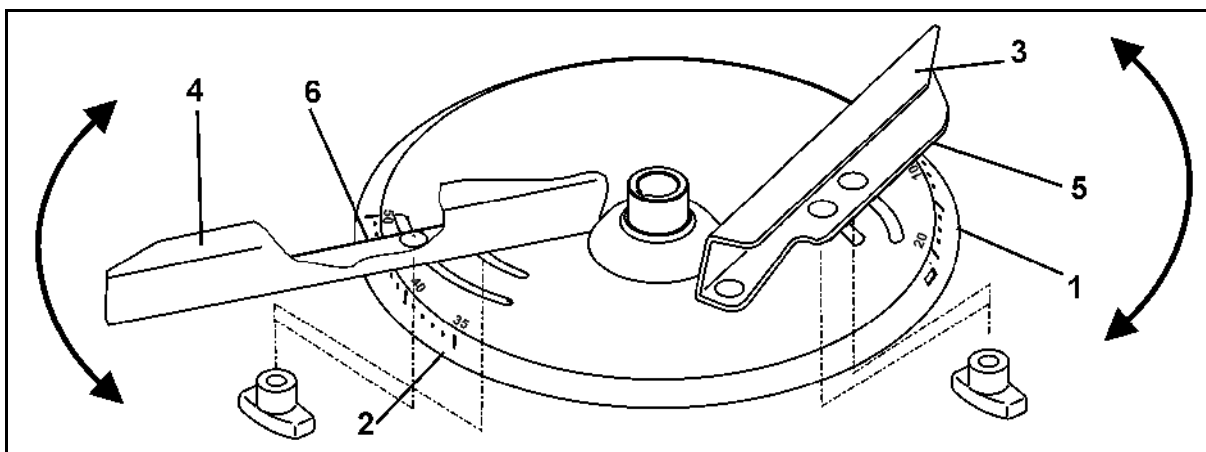

Fig. 59
For at sikre en nøjagtig indstilling af de enkelte spredeskavlstillinger uden brug af værktøj er der placeret to forskellige skalaer (Fig. 59/1 og Fig. 59/2), som ikke kan forveksles, på hver spredeskive.
- Den korteste spredeskavl (Fig. 59/3) har en skala (Fig. 59/1) med værdier fra 5 til 28, og den længste spredeskavl (Fig. 59/4) har en skala (Fig. 59/2) med værdierne 35 til 55.
- Aflæs indstillingsværdien for den korte spredeskavl (Fig. 59/3) på aflæsningskanten (Fig. 59/5).
- Aflæs indstillingsværdien for den lange spredeskavl (Fig. 59/4) på aflæsningskanten (Fig. 59/6).
- Når spredeskavlene drejes til en højere talværdi på skalaen (Fig. 59/1 el. Fig. 59/2), bliver arbejdsbredden større.